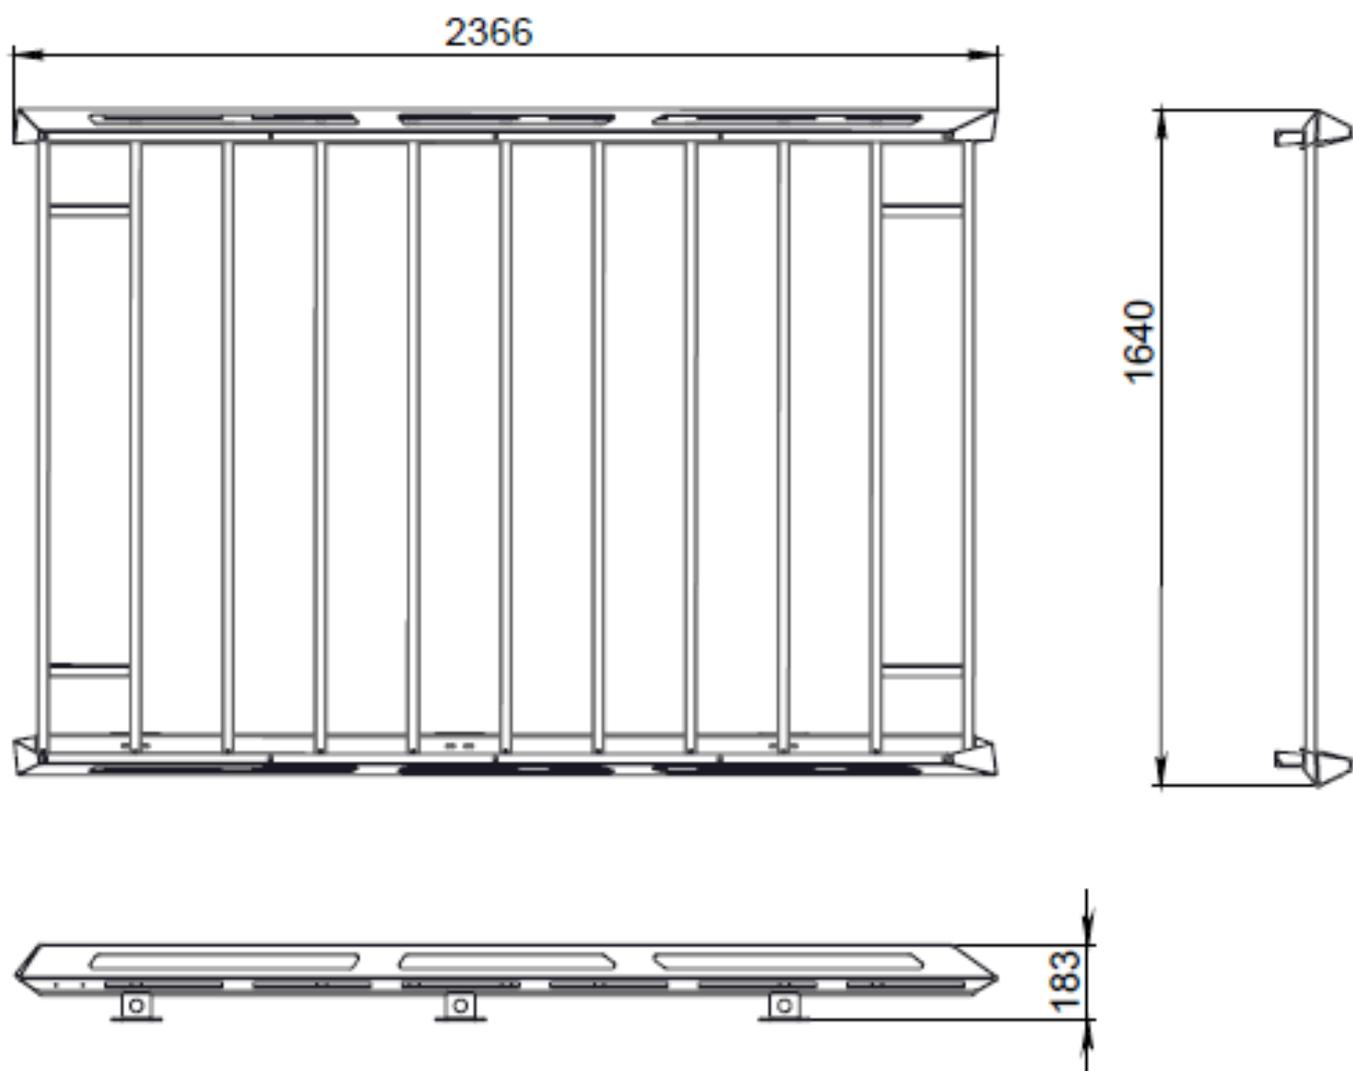

Рисунок 4 - Сборочный чертеж
1. Установить между боковинами 1 поперечины двойные. Собрать с помощью болтового соединения (метизы согласно спецификации) с моментом затяжки 14,4 Н*м., предварительно проверив равенство диагоналей габарита багажника (рис.4);